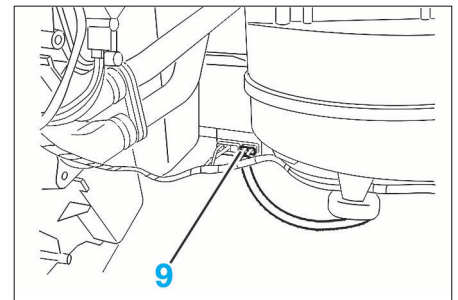

FIG. 10
- Débrancher le connecteur (9) (Fig.10) du moto-ventilateur de ventilation.